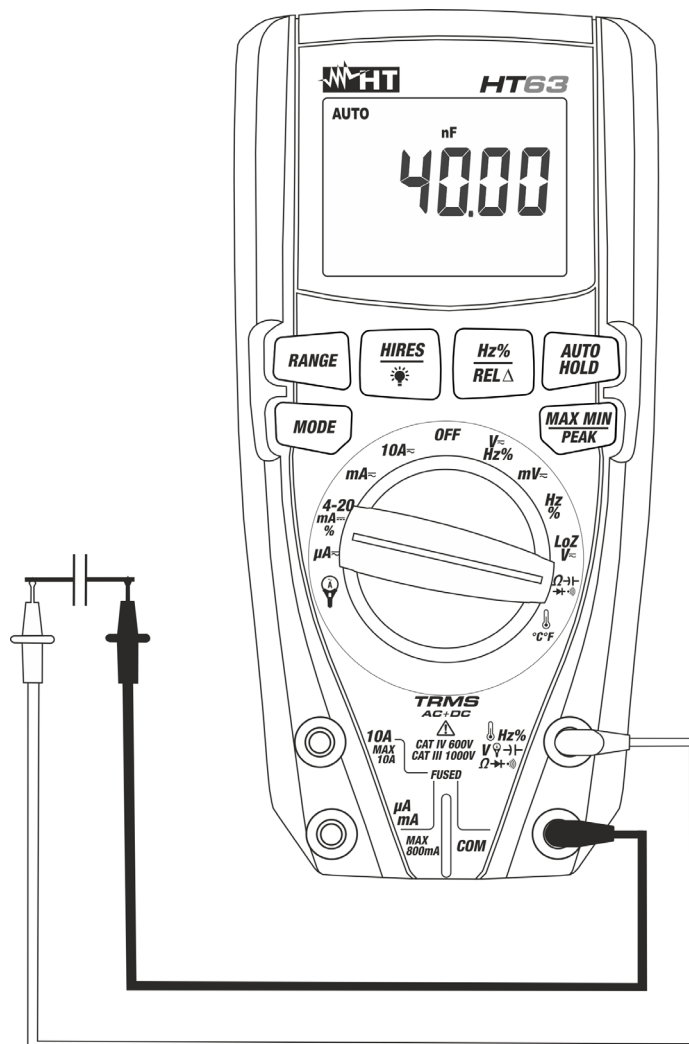

Fig. 8: Uso do instrumento para a medição de Capacidades
5. Colocar as ponteiros nas extremidades do condensador em exame respeitando eventualmente as polaridades positivas (cabo vermelho) e negativas (cabo preto) (ver Fig. 8). O valor da capacidade é apresentado no display. A barra gráfica não está ativa nesta função. **Dependendo do valor de capacidade a ser medida, o instrumento pode usar cerca de 20s antes de exibir o valor final correto**